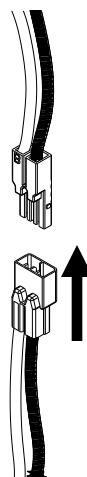

FIG. 4
4. Enchufe el CONECTOR HEMBRA del ADAPTADOR DECORATIVO al CONECTOR MACHO de la UNIDAD DEL ADAPTADOR DEL PORTALÁMPARAS (FIG. 4)
1. Enchufe el CONECTOR HEMBRA del ADAPTADOR DECORATIVO en el CONECTOR MACHO de la CAJA HALO. (FIG. 4)
4. Branchez le CONNECTEUR FEMELLE de la GARNITURE DE RÉNOVATION dans le CONNECTEUR MÂLE du SUPPORT ADAPTATEUR. (FIG. 4)
1. Branchez le CONNECTEUR FEMELLE de la GARNITURE DE RÉNOVATION dans le CONNECTEUR MÂLE du BOÎTIER HALO. (FIG. 4)